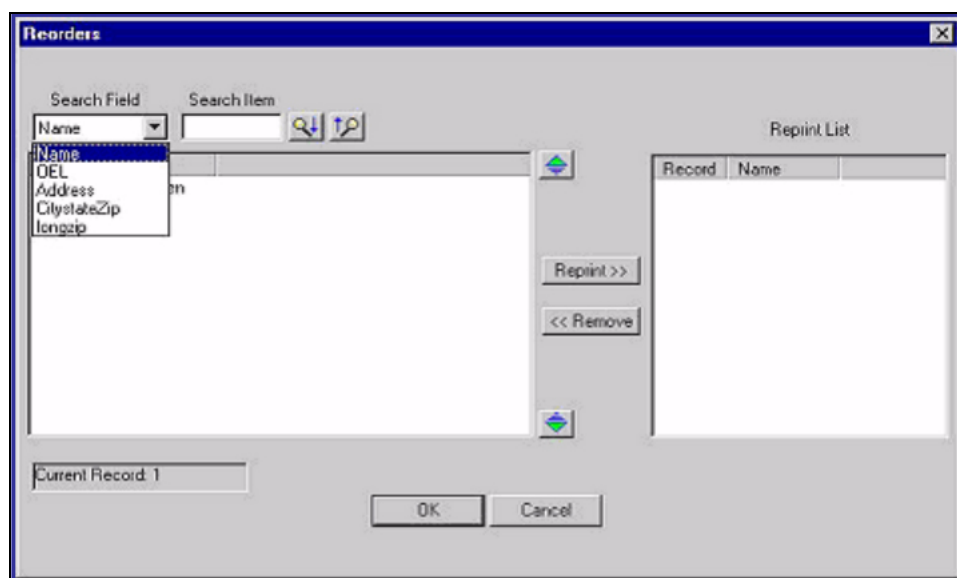

Рисунок 5-4: Поиск записи
- 1 В окне *Reorder* (см.Рис. 5-4) для раскрытия меню поиска кликнуть на *Search Field* (Поиск поля) и выбрать нужное.